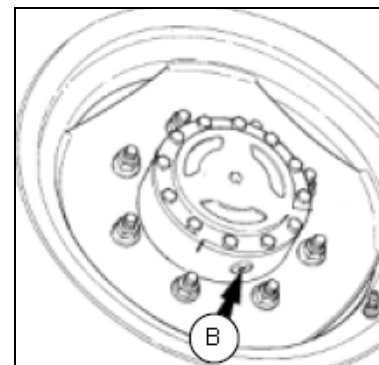

Fig. 117
1. Estacione el tractor en terreno nivelado y gire la rueda hasta que el tapón (B Fig. 117) esté en la posición de las seis horas del sistema horario.